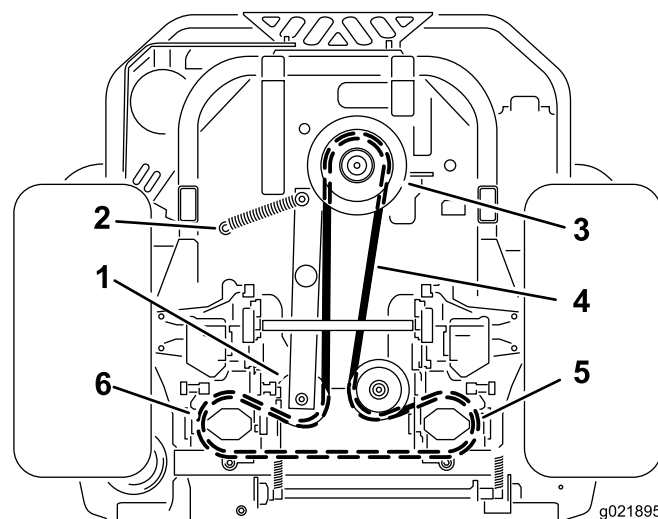

Figura 14
7. Pase la correa alrededor de las poleas (Figura 14).